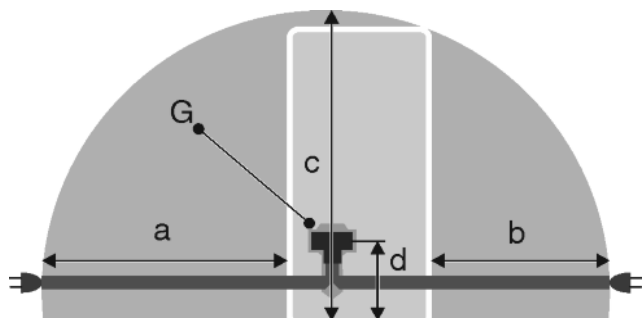

Fig. 28
- De contactdoos bevindt zich buiten het bereik van de achterzijde van het apparaat in het desbetreffende gedeelte Fig. 28 (a, b, c).
- ▶ Breng de apparaatstekker Fig. 28 (G) aan de achterzijde van het apparaat aan. Let op het correct vastklikken.